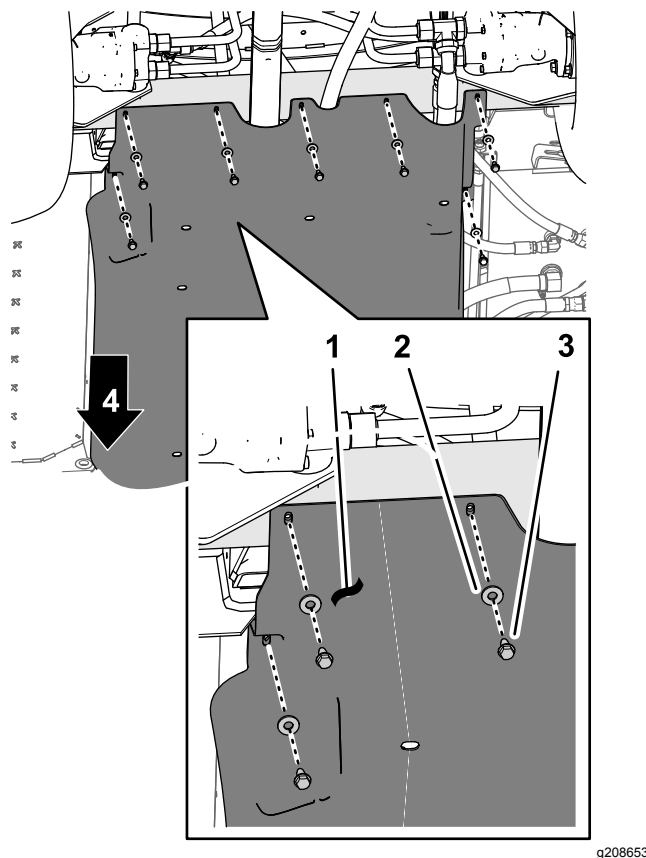

Figura 124
4. Alinhe os orifícios na parte de trás do resguardo do chassis com os orifícios no chassis (Figura 124).
5. Monte a parte de trás do resguardo do chassis inferior no chassis com os 7 parafusos de cabeça flangeada (5/16 x 7/8 pol.) e as 7 anilhas (5/16 pol.) que retirou no passo 1 de 7 Retirar o resguardo do chassis inferior (página 15) (Figura 124).